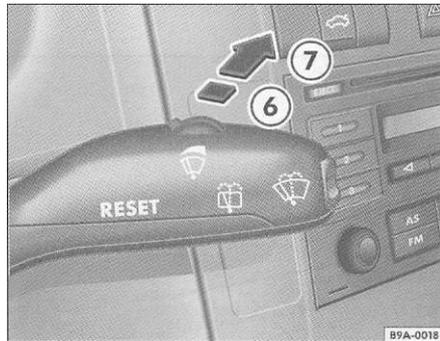

Fig. 58 Alavanca do limpador / lavador do vidro traseiro
- Desloque a alavanca para a frente, até a posição ⑥ => fig. 58. O limpador efetua um movimento a cada 6 segundos, aproximadamente.
- Desloque a alavanca totalmente para a frente, até a posição ⑦ => fig. 58. O limpador e o lavador funcionam enquanto a alavanca for mantida nesta posição.